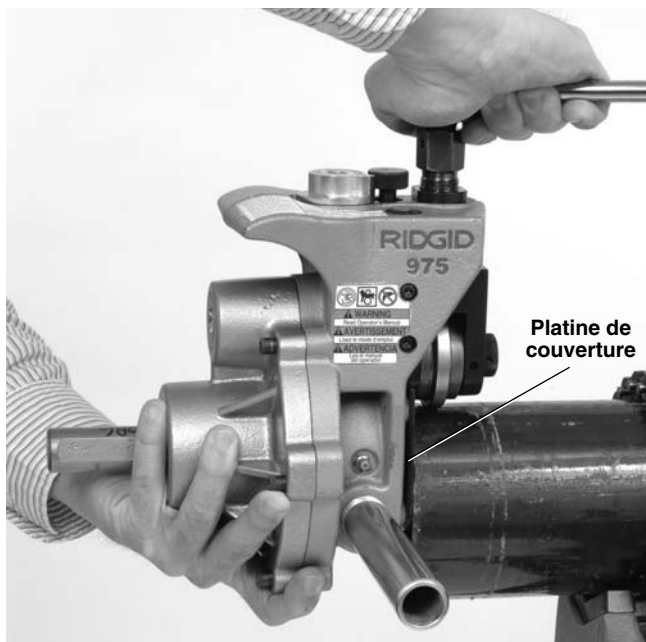

Figure 14 – Tenez la rainureuse fermement en position lors du serrage de la vis d'avancement.
3. Tenez la rainureuse fermement entre vos mains. Ne tentez pas de la soulever par la clé à cliquet. Positionnez l'arbre d'entraînement dans le tuyau en vous assurant que la platine de couverture vient bien à buter contre l'extrémité du tuyau (*Figure 14*). Serrez la vis d'avancement manuellement jusqu'à ce que le galet de rainurage vienne s'appuyer contre le tuyau, puis ajoutez-y un quart de tour à l'aide de la clé à cliquet. Assurez-vous que la rainureuse est fermement accroché et que sa platine de couverture est plaquée contre l'extrémité du tuyau. Sinon, répétez le processus. Lors des travaux in situ, vérifiez systéma-